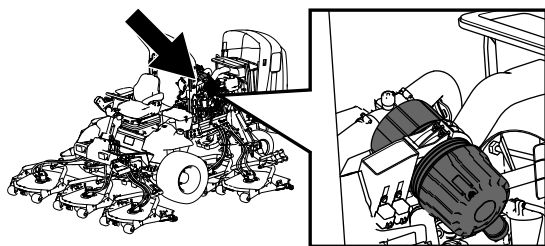

**Figura 50**
Revise el filtro del limpiador de aire únicamente cuando el indicador de mantenimiento (Figura 50) lo requiera. El cambiar el filtro antes de que sea necesario sólo aumenta la posibilidad de que entre suciedad en el motor al retirar el filtro.
2. Reinicie el indicador (Figura 50) si se ve rojo.